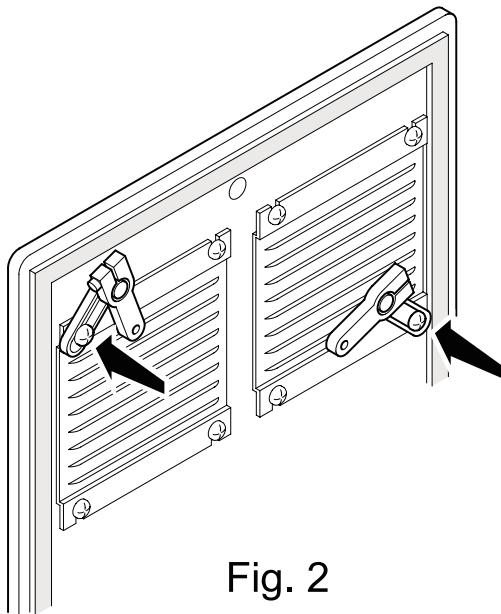

Fig. 2
2. Sulla parte interna del frontale della pulsantiera rimuovere due delle viti che sorreggono la griglia e fissare in tali posizioni le staffe fornite a corredo del 3065 utilizzando le apposite viti (fig 2).
2. Sur la partie intérieure de la façade de la plaque enlever 2 des vis qui soutiennent la grille et fixer en ces positions les brides fournies avec l'art. 3065 en utilisant les vis appropriées (fig. 2).
2. Über der inneren Teil der vorderen Seite der Tasterplatte zwei von der Schrauben zu entfernen, die das Gitter halten, und in dieser Stellung die Bügeln mit den passenden Schrauben zu befestigen, die mit 3065 geliefert sind (Bild 2).